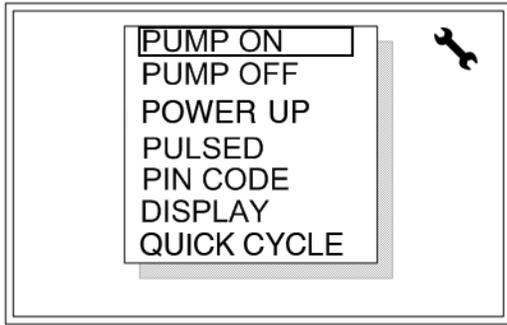

图 23
8. 如果输入的 PIN 码正确，图 23 中的系统设置屏幕将显示。
1. 使用上移箭头将光标在设置屏幕列表中上下移动（图 23）。